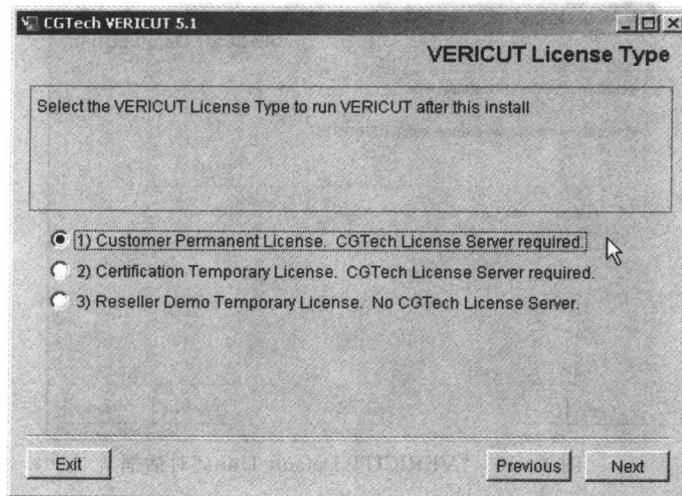

图 1-13 “VERICUT License Type”对话框
- (8) 单击“Next”按钮，弹出“VERICUT License Type”对话框，如图 1-13 所示，选中“Customer Permanent License. CGTech License Server required”复选钮，设定软件的许可类型为永久型。